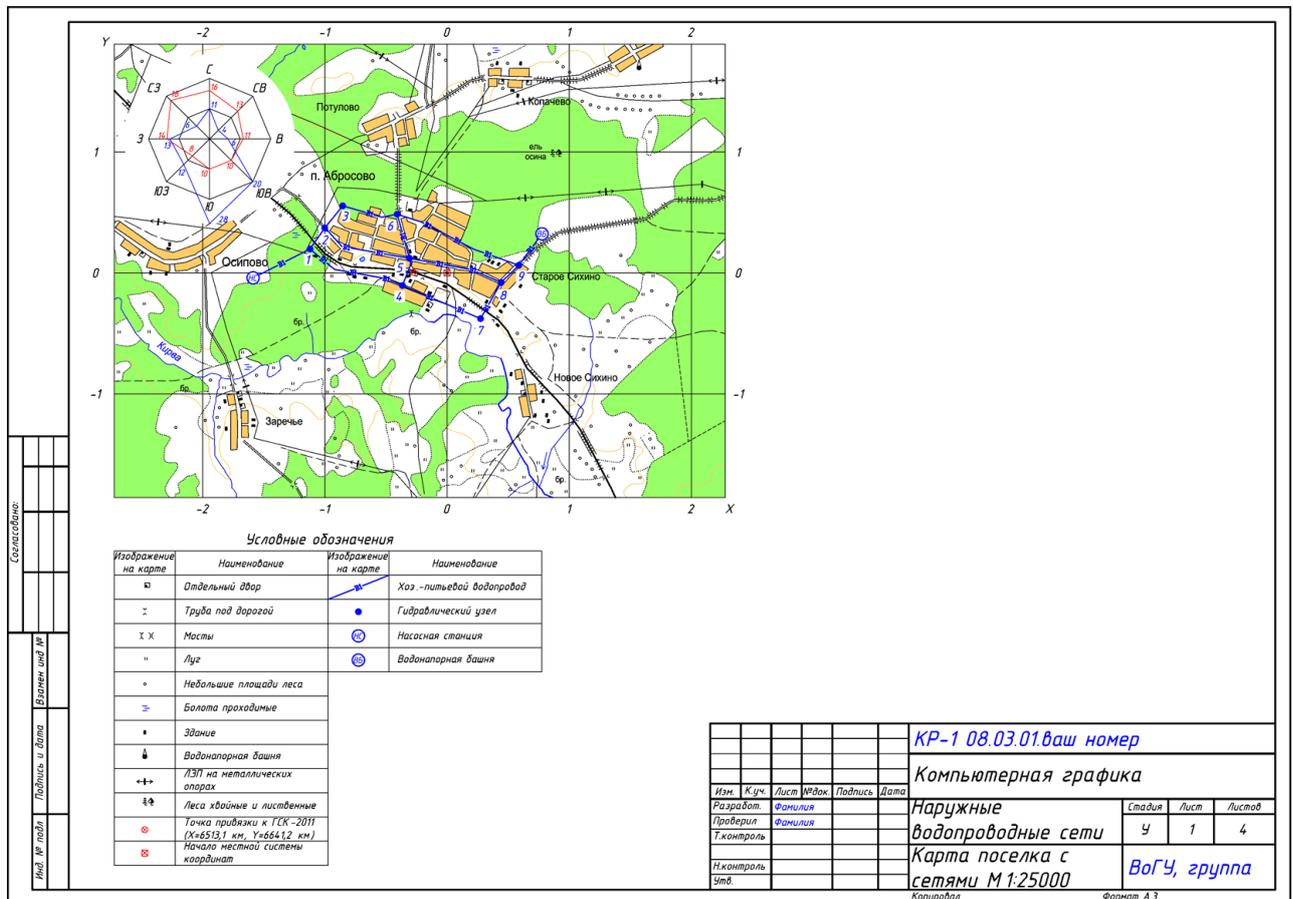

Рис. 2.19. Лист А3 с картой местности и схемой водопроводной сети
**Оформление карты с водопроводными сетями.** Откройте файл **A3.dwg**, находящийся в разделе «Библиотека» ЭУМКД, который содержит блок с основной надписью и рамкой формата А3. Скопируйте блок «ШТАМП А3» и поместите его относительно карты с водопроводной сетью по примеру на рис. 2.19.